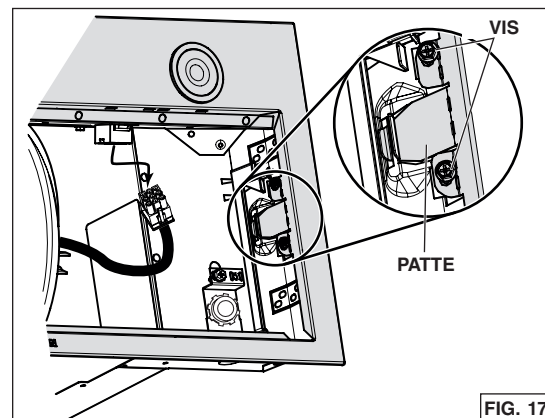

FIG. 17
5. Débrancher le câble du ventilateur de son connecteur situé sur le châssis. Démontez le châssis de la hotte en retirant ses 4 vis de retenue (deux par côté) et en désengageant sa patte de retenue (une par côté) de la coque de l'appareil (FIG. 17). Mettre de côté le châssis avec ses vis.